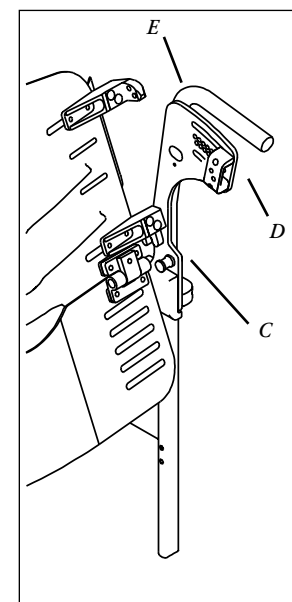

Figure 7
- Placez les goupilles de retenue gauches et droites en position 12 degré (F) à travers la plaque latérale (E), le connecteur supérieur (A) de façon à ce qu'elles viennent se loger dans le récepteur du dossier (D) **Figure 7**.
- Réglez le dossier de sorte qu'il soit centré entre les plaques latérales (G).
- Serrez les fixations des connecteurs supérieurs (H) tout en maintenant délicatement le connecteur supérieur à l'intérieur, vers le centre du fauteuil.
- Serrez les deux fixations de connecteurs inférieurs (I).